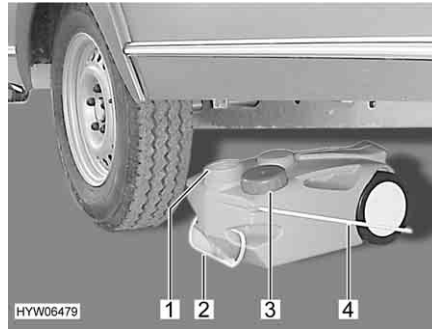

Fig. 168 Serbatoio delle acque grigie, mobile
- Chiudere l'apertura del serbatoio delle acque grigie (Fig. 168,1) con il coperchio (Fig. 168,3).
- Estrarre il serbatoio delle acque grigie tramite la maniglia (Fig. 168,2).
- Sollevare verso l'alto la maniglia da asporto (Fig. 168,4) e posizionare verticalmente il serbatoio delle acque grigie.